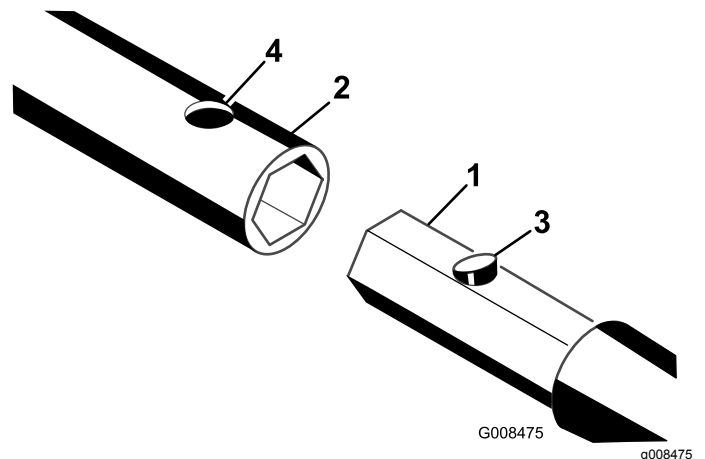

Figura 3
3. Deslice el extremo hexagonal de una varilla, una broca o un escariador en el alojamiento. Alinee el orificio del alojamiento con el conector de botón (Figura 3).
4. Presione el conector de botón e introduzca el extremo a presión en el alojamiento hasta que el conector encaje en el orificio del alojamiento (Figura 3).